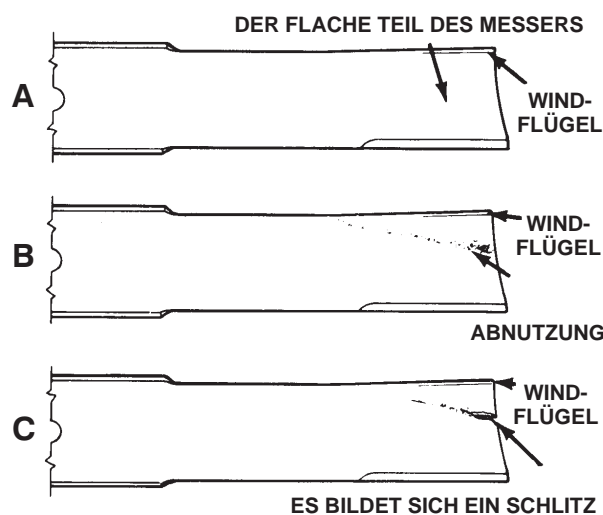

Bild 88
2. Kontrollieren Sie die Schneidkanten des Messers sorgfältig, insbesondere dort, wo die geraden Flächen die gebogenen berühren (Bild 88-A). Da Sand und anderes reibendes Material das Metall abschleifen kann, das die flachen und die gebogenen Teile verbindet, müssen Sie das Messer vor jedem Einsatz des Rasenmähers kontrollieren. Tauschen Sie das Messer aus, wenn Sie eine Abnutzung feststellen (Bild 88-B).
Wenn sich das Messer abwetzen kann, bildet sich ein Schlitz zwischen dem Windflügel und dem flachen Teil des Messers (Bild 88-C). Zuletzt kann sich ein Stück des Messers lösen und aus dem Schneidwerk herausgeschleudert werden. Das kann zu schweren Verletzungen bei Ihnen selbst und Unbeteiligten führen.